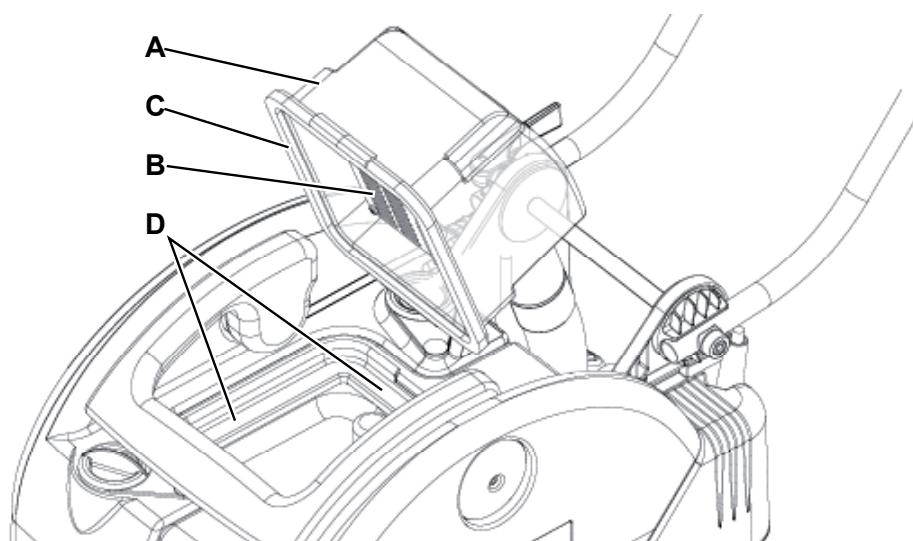

Figure 3
2. Vérifier que le câble d'alimentation (10) est branché au réseau électrique.
3. Soulever le couvercle transparente (A, Fig. 3) et le nettoyer minutieusement. Nettoyer soigneusement la grille d'aspiration (B). Si besoin est, déconnecter les tuyaux (20 et 21).
4. Contrôler le parfait été du joint (C) du couvercle transparent.